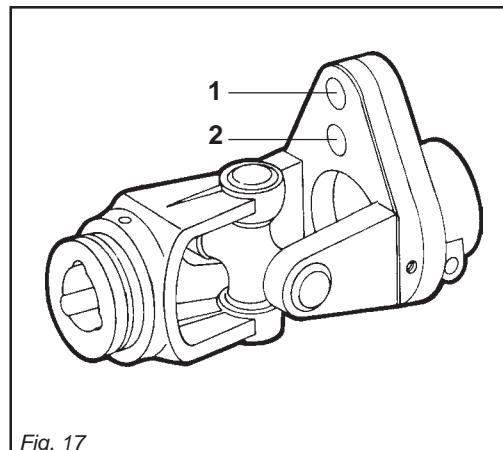

Fig. 17
Se la frizione non slitta, svitare uniformemente tutti i dadi (1 Fig. 17) che fissano le molle. Svitare un giro alla volta e verificare la frizione dopo circa 300 metri di lavoro. Se necessario ripetere l'operazione, sempre svitando un giro alla volta. Se la frizione mantiene durante il lavoro una temperatura di circa 40-50 gradi circa significa che è regolata in modo corretto.
*If the clutch does not slip, evenly unscrew all the spring fixing nuts (1 Fig. 17). Unscrew one turn at a time and check the clutch after having worked about 300 meters. Repeat the operation if necessary, remembering to unscrew one turn at a time. If the clutch maintains a temperature of about 40-50 degrees during work, this means that it has been correctly regulated.*
*Wenn die Kupplung nicht schlüpft, alle Muttern (1 Abb. 17), die die Federn spannen, gleich-mäßig lockern. Alle Muttern um eine Umdrehung losschrauben und die Kupplung nach 300 Metern Fahrstrecke prüfen. Den Vorgang falls erforderlich wiederholen, jeweils eine Umdrehung pro Versuch. Wenn die Kupplung während der Arbeit eine Temperatur von circa 40-50°C beibehält, ist sie richtig eingestellt. Die Muttern nie ganz festziehen, weil dabei die Wirkung die Federn und damit der Kupplung aufgehoben würde, was sich schädlich auf die Getriebeteile auswirken würde.*
*Si l'embrayage ne patine pas, dévissez de manière uniforme tous les écrous (1 Fig. 17) de fixation des ressorts. Dévissez d'un tour à la fois et vérifiez l'embrayage après environ 300 mètres de travail. Si nécessaire, répétez l'opération en dévissant toujours d'un tour à la fois. Quand l'embrayage maintient une température d'environ 40-50 degrés pendant le travail, cela signifie qu'il est réglé correctement.*
*Si el embrague no patina, aflojar uniformemente todas las tuercas (1 Fig. 17) que fijan el resorte. Aflojar una vuelta a la vez y controlar el embrague luego de 300 metros de trabajo. Si es necesario repetir la operación siempre aflojando un giro a la vez. Si el embrague mantiene durante el trabajo una temperatura de 40-50 grados significa que está regulado en modo correcto.*
Se tale bullone è inserito nel foro (2 Fig. 17) e si trancia ripetutamente, è consigliabile montarlo nel foro (1 Fig. 17).
*If the bolt, inserted in hole (2 Fig. 17), shears repeatedly, then we recommend inserting it in the hole (1 Fig. 17).*
*Wenn sich bei besonders widerstandskräftigen Hindernissen diese Mutter-schraube durchtrennt, muß sie durch eine neue gleicher Maße und gleichen Materials ersetzt werden. Wenn diese Mutter-schraube in Öffnung (2 Fig. 17) eingefügt ist und sich wiederholt durchtrennt, raten wir sie in Öffnung (1 Fig. 17) zu montieren.*
*Si en présence d'obstacles particulièrement résistants ce boulon se casse, le remplacer par un boulon neuf aux mêmes dimensions et matériaux. Si ce boulon est introduit dans letrou (2 Fig. 17) et se casse maintes fois, on conseille de le monter dans le trou (1 Fig. 17).*
*Si, debido a obstáculos sobremanera resistentes, se tronchara el perno, hace falta que se substituya con otro nuevo que tenga dimensiones y materiales iguales. Si el perno está introducido en el agujero (2 Fig. 17) y se tronchara muchas veces, se aconseja montarlo en el agujero (1 Fig. 17).*